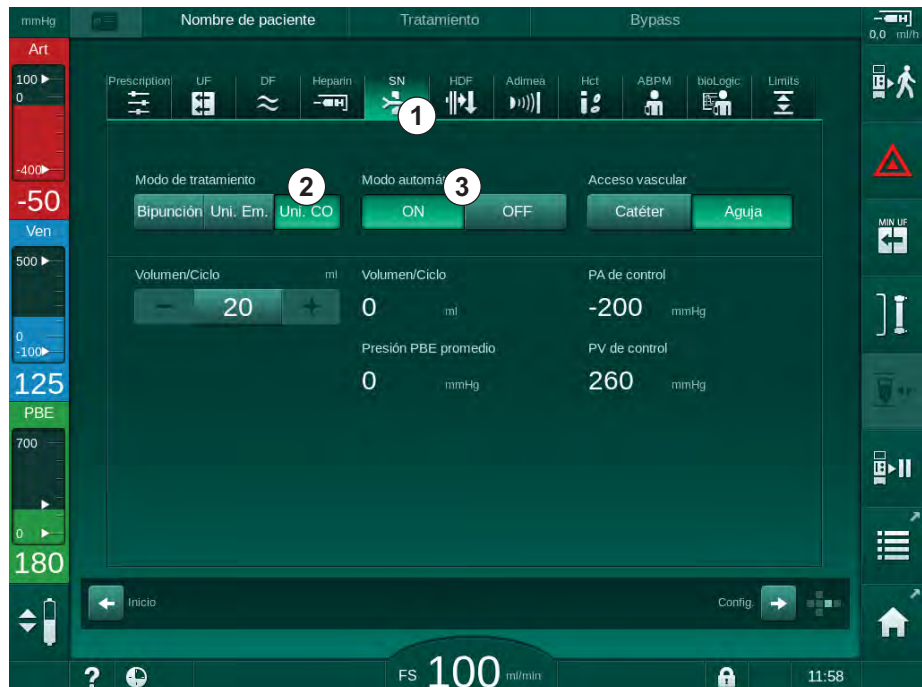

Fig. 9-1 Cambio a tratamiento de unipunción Cross Over
2. Pulsar el icono *SN* (Fig. 9-1 , ①).